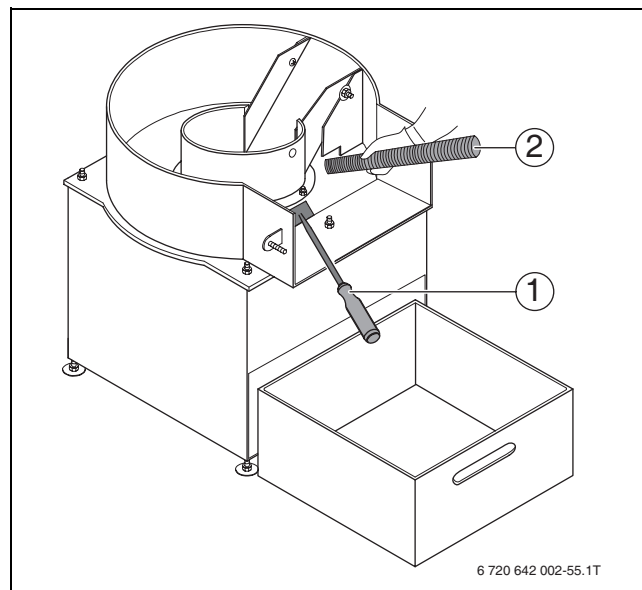

Bild 66 Feuerraum reinigen
- ▶ Asche mit einem Aschekratzer (Zubehör) (→ Bild 66, [1]) aus dem Feuerraum in die Aschelade kehren.